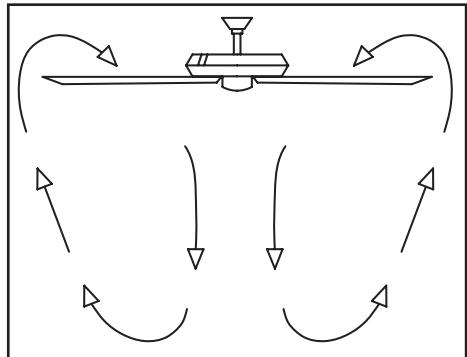

Figura 13
**Clima cálido** - (Hacia adelante) Un flujo de aire hacia abajo crea un efecto refrescante como se muestra en la figura 13. Esto te permite fijar tu aire acondicionado en una configuración más alta sin afectar tu comodidad.